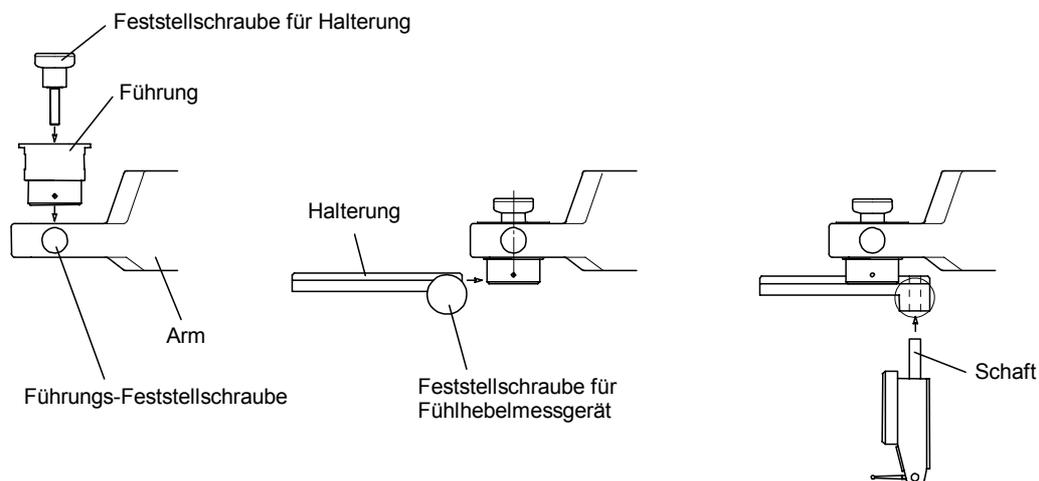

Abb. 4-6-2 Zubehör-Set
- 1) Legen Sie , wie in Abb. 4-6-2 gezeigt, die Führung in den Arm des I-Checker ein und drehen Sie anschließend die Feststellschraube für die Halterung ein.
- 2) Legen Sie nun, wie in Abb. 4-6-2 zu sehen, die Halterung in die Führung ein (Schwalbenschwanz-Führung an Nut ausrichten!).